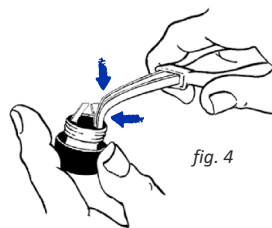

fig. 4
1. **Pour réduire la force du ressort**, il faut augmenter l'écartement des 2 lamelles – cf fig 4, à l'aide d'une paire de pinces à bec fin, en insérant l'extrémité des pinces entre le bord du bouchon et les lamelles, et en serrant modérément.